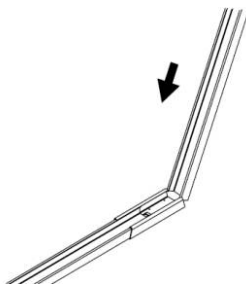

рис.7
- Расположите половину направляющей как показано на рис. 7. и опустите ее до натяжения цепи. Вы получите целую направляющую.